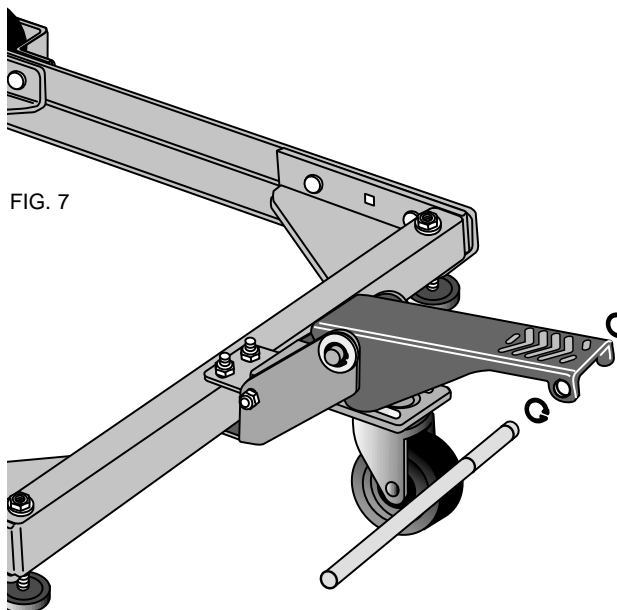

FIG. 7
ÉTAPE 8. Attacher le levier à rallonge (Fig. 7). (Si vous ne possédez pas un système de rails 52 po (132,08 cm), sautez cette étape). Vous aurez besoin de :